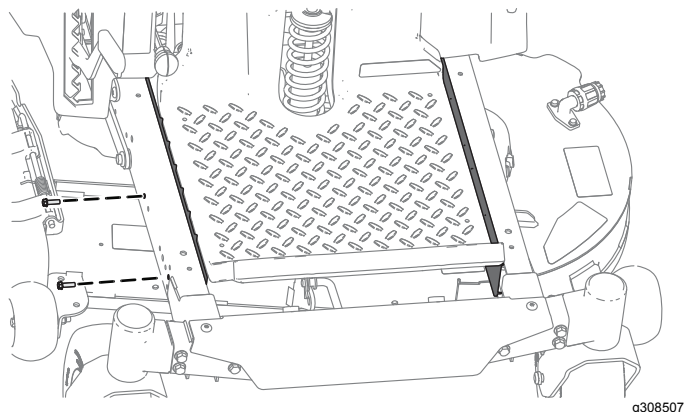

Figure 3
2. Déposez les protections de chaque côté du cadre (Figure 3).
2. Fixez les protections au cadre à l'aide des boulons retirés sous 2 Dépose des protections (page 6), comme montré à la Figure 3.